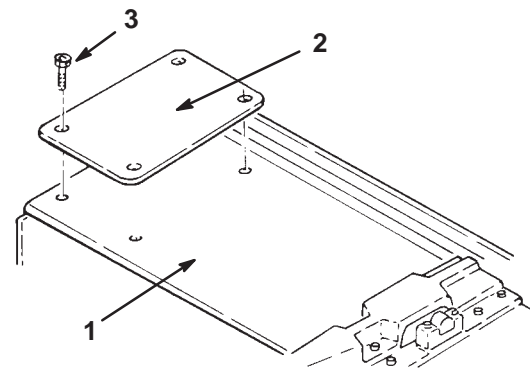

Fig. 2
3. På klippenhet 2 och 3, tar du bort skyddets 4 skruvar bak på utsidan av klippenhetens kåpa. Ta bort skyddets skruvar. Montera en tippåtar på den främre vänstra klippenheten (nr 2) och på den främre högra klippenheten (nr 3) med de cylindriska skruvar och låsmuttrar som följer med tippåtarna (fig. 2).
5. På klippenhet 4 och 5 tar du bort skyddets 4 skruvar bak på utsidan av klippenhetens drivkåpa. Ta bort skyddets skruvar. Här monterar du tippfästen efter att du monterat klippenheterna nr 4 och 5 på lyftarmarna (fig. 2).